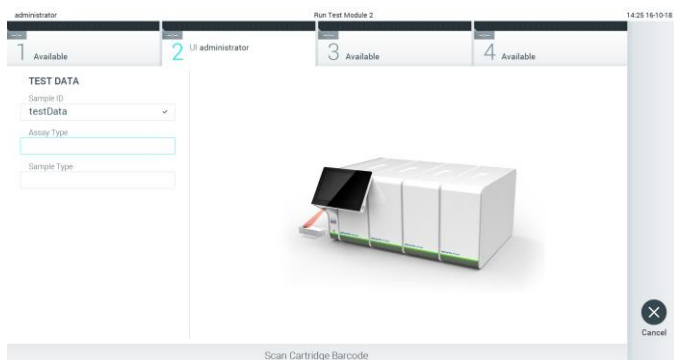

图 24. 扫描 QIAstat-Dx 检测试剂盒条形码。
3. 出现提示时，扫描要使用的 QIAstat-Dx 检测试剂盒的条形码。QIAstat-Dx Analyzer 1.0 会根据 QIAstat-Dx 检测试剂盒条形码自动识别要运行的检测（图 24）。